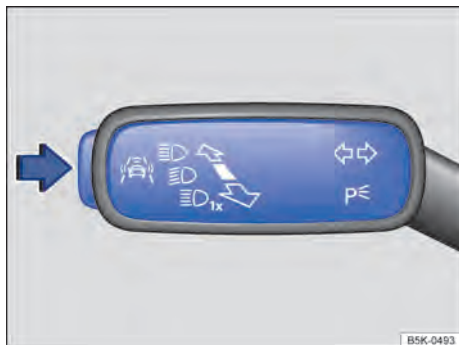

Fig. 23 Na alavanca dos indicadores de direção e do farol alto à esquerda da coluna de direção: botão dos sistemas de assistência ao condutor.
- Pressionar o botão → Fig. 23 no sentido da seta para acessar o menu **Assistente**.